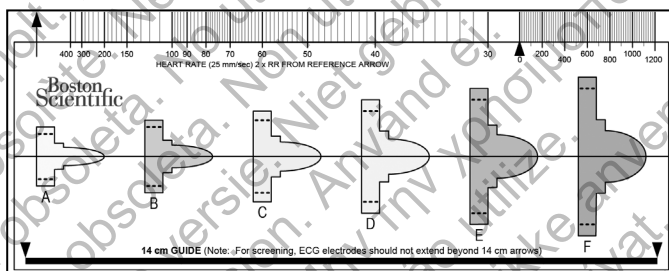

Figure 1 : Outil de screening patient. Pour plus de facilité, chaque profil coloré est associé à une lettre (A, B, C, D, E ou F).
L'outil de screening patient, modèle 4744 (figure 1), est un outil de mesure personnalisé constitué d'un plastique transparent sur lequel sont imprimés des profils colorés. Les profils sont conçus pour assurer le bon fonctionnement du dispositif en identifiant les caractéristiques du signal qui pourraient entraîner des résultats insatisfaisants en termes de détection pour un patient avant l'implantation. Le processus de screening patient suit trois étapes : (1) recueil des données de l'ECG de surface, (2) évaluation de l'ECG de surface et (3) détermination d'un vecteur de détection acceptable.